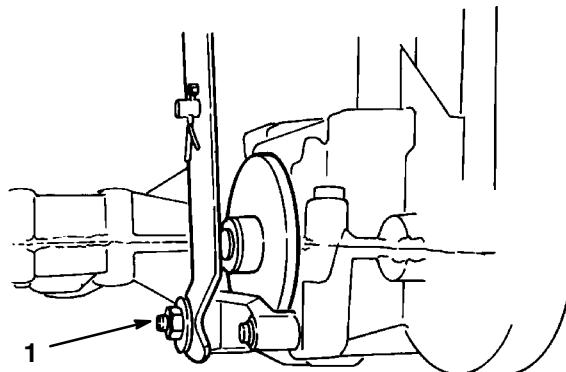

Bild 18
Stellen Sie die Bremsen ein, wenn die Feststellbremse das Fahrzeug nicht mehr hält, wenn die Bremsleistung bei ganz durchgedrücktem Bremspedal unzulänglich ist. Die Bremse befindet sich links von der Antriebsachse (Bild 18).
2. Ziehen Sie die Sicherungsmutter ca. 1/4-Umdrehung im Uhrzeigersinn fest (Bild 18).